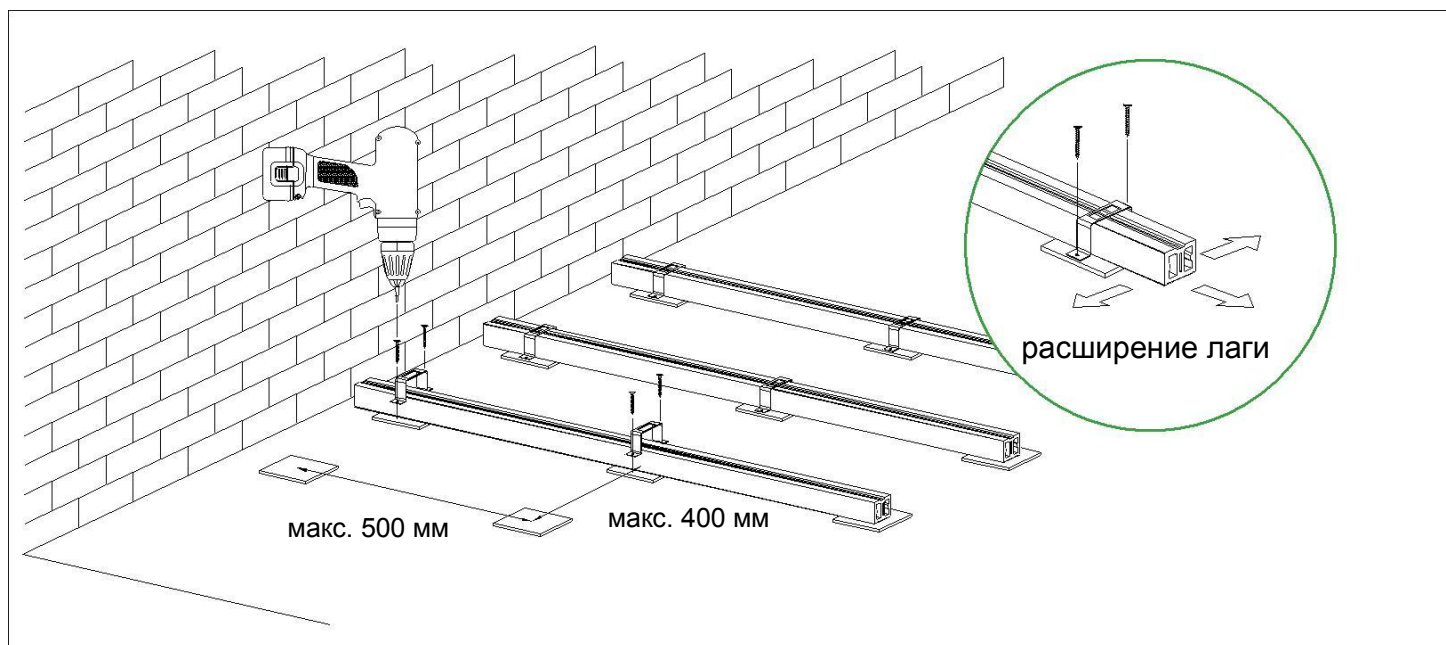

Рис. 5
- На основание из бетонной стяжки лаги укладываются с расстоянием 400 мм по центрам на резиновые подушки размером 100x100x5 мм, установленные с интервалом не более 500 мм. В интервалах между подушками лаги фиксируются к бетону скобами из перфорированной металлической ленты (Рис. 5). Все лаги должны находиться в одной плоскости по горизонту.
- Предусмотрите компенсационные зазоры у всех неподвижных ограничителей, стен зданий, колодцев, садовых оград, бордюров, опор, водосточных труб и т.д., шириной не менее 20 мм (рис.5).